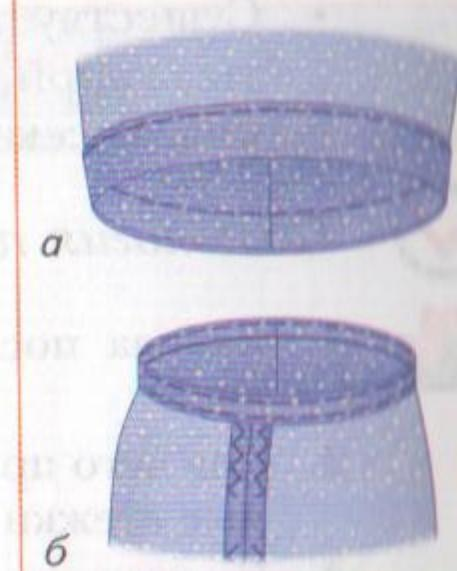

Рис. 120 Обработка нижнего среза шорт (а) и пояса-кулиски (б)
**Обработка нижнего среза** швом вподгибку с закрытым срезом шириной 20 мм (рис. 120, а).
2. Подверните припуск на шов 15 мм и заметайте (рис. 120, б).